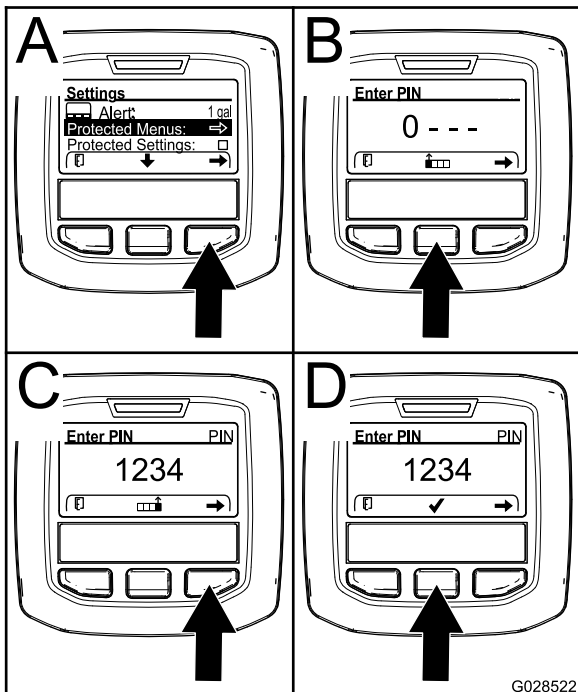

Figura 33
- No menu de DEFINIÇÕES, utilize o botão central para ir até ao menu PROTEGIDO e prima o botão direito (Figura 33).